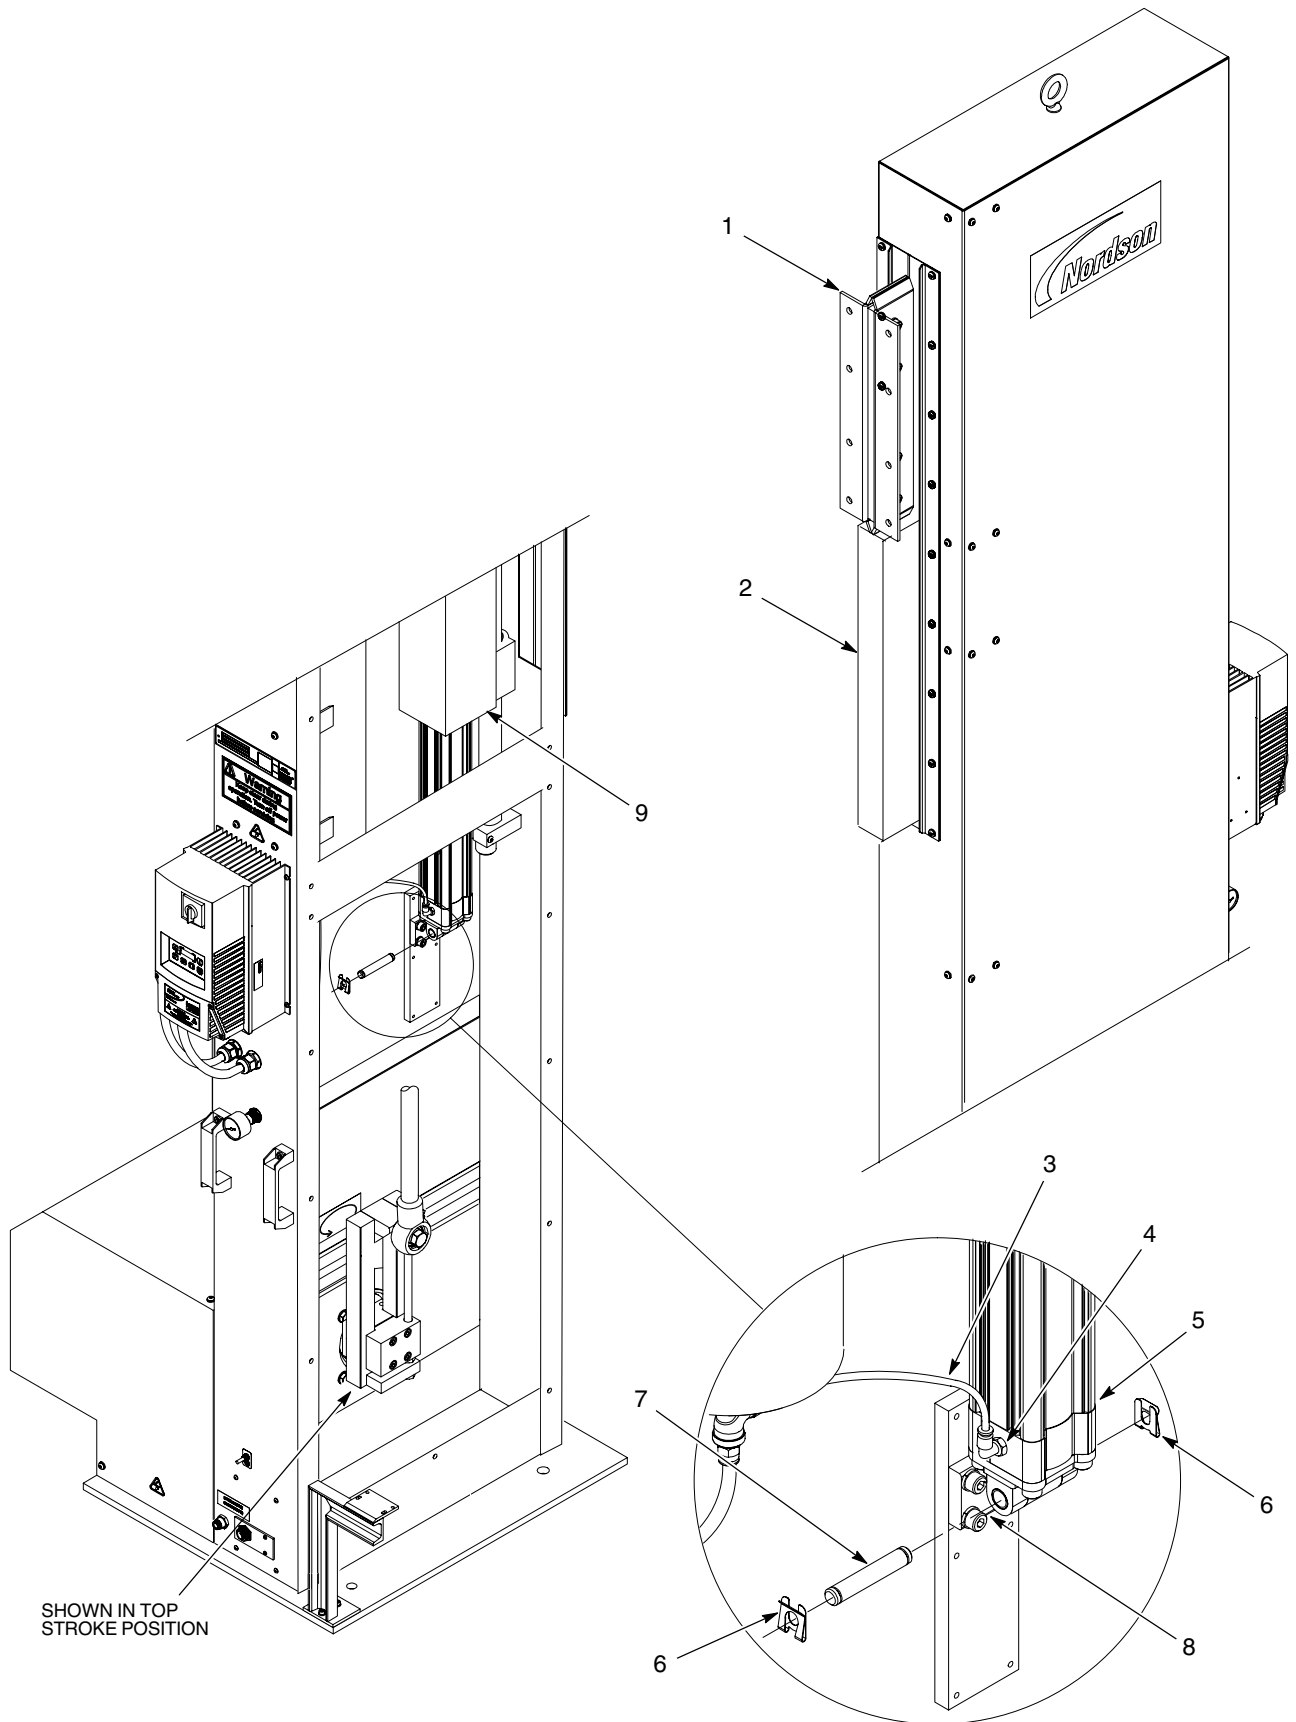

Рис. 15 Снятие пневмоцилиндра
1. См. рис. 15. Снять распылители и крепежные детали с монтажного кронштейна (1) каретки распылителей.
2. Сдвинуть каретку распылителей (1) в положение хода вверх. При помощи бруска (2) зафиксировать каретку распылителей (1), как показано.
4. Отсоединить пневматическую линию (3) от фитинга пневмоцилиндра (4).
5. Снять скобы (6) и штифт (7) крепления пневмоцилиндра (5) на кронштейне (8). Извлечь пневмоцилиндр из монтажной трубки (9) узла подшипников.